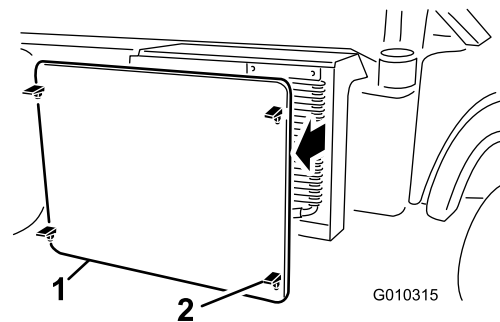

Figura 68
5. Desengate e retire o filtro do radiador da frente do radiador (Figura 68).